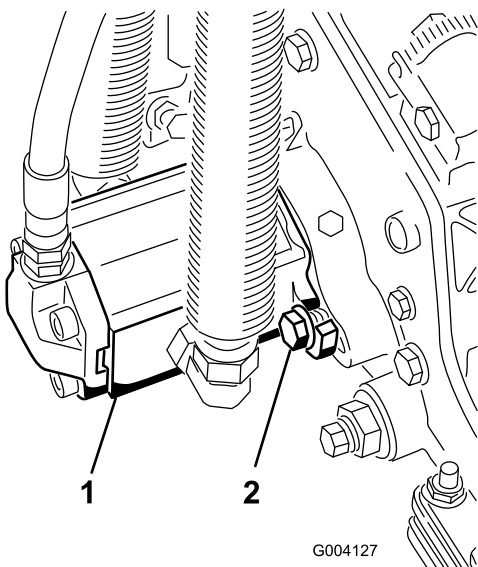

Figura 32
3. Instale o motor rodando-o no sentido dos ponteiros do relógio de forma a que as flanges do motor se afastem dos parafusos (Figura 32).